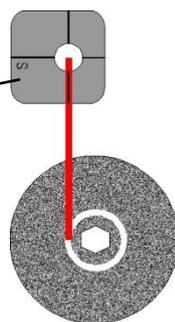
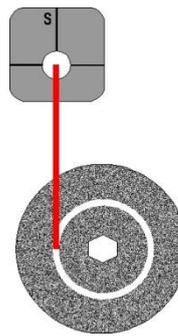
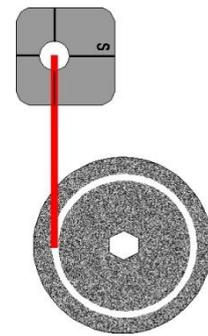

Bild 1
Bild 2
Bild 3
**Achtung:** Zur optimalen Ausnutzung der Schleifscheibe ist der Schleifvorgang mit der inneren Schleifbahn (Bild 1) zu beginnen. Danach werden die mittlere (Bild 2) und zuletzt die äußerste Schleifbahn (Bild 3) benutzt. (Grundeinstellung vom Hersteller ist die innere Schleifbahn (Bild 1).)